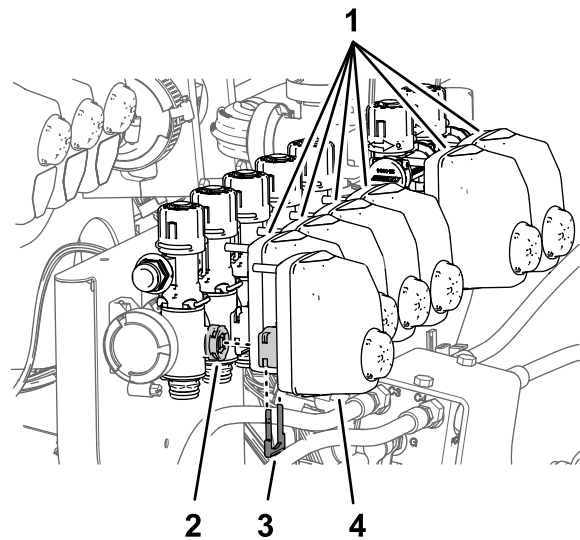

Bild 98
1. Entfernen Sie die Halter, mit denen die Ventilaktuatoren für die Düsenventile 1 bis 7 befestigt sind (**Bild 98**).
2. Entfernen Sie die Düsenaktuatoren von den Düsenventilen 1 bis 7 (**Bild 98**).
10. Befestigen Sie die Ventilaktuatoren in den Düsenventilen 1 bis 7 (Bild 98) mit den Haltern, die Sie in Schritt 1 entfernt haben.